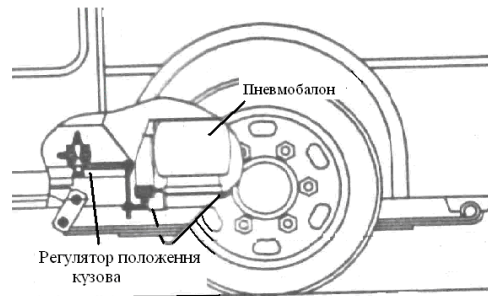
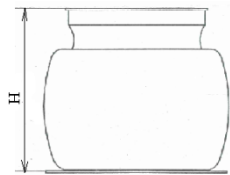
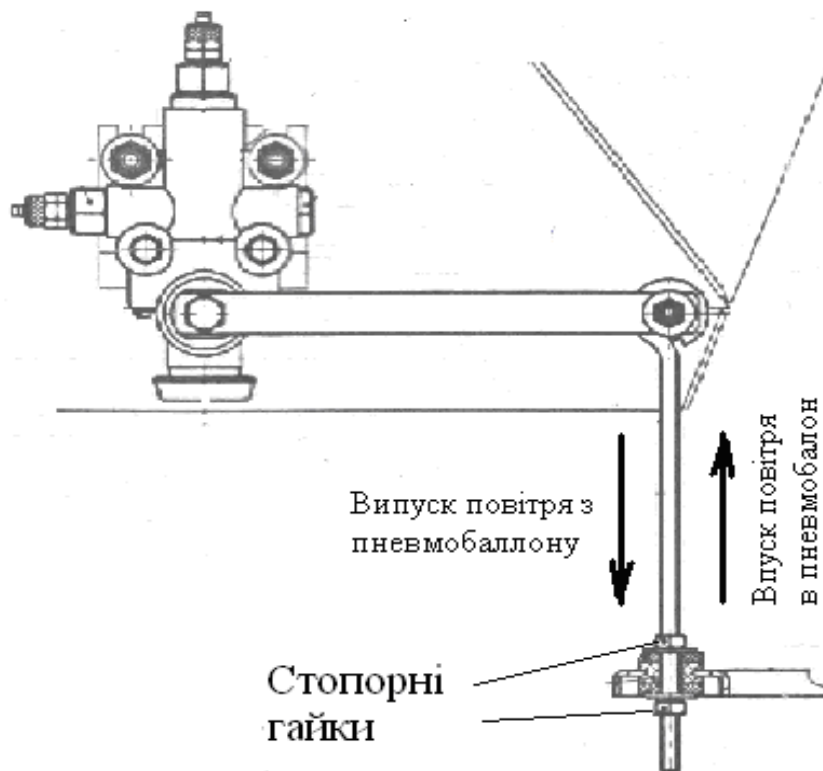

Рисунок 12.11.1 – Пневмобалон і регулятор положення кузова
Рисунок 12.11.2 – Висота пневмобалону
Рисунок 12.11.3 – Впуск і випуск повітря
Регулятор положення кузова (рис.12.11.1) слугує для автоматичного підтримування заданого рівня підлоги автобуса над дорогою. Він забезпечує постійну висоту пневмобалонів (рис.12.11.2) і постійну відстань від кузова до дороги при змінних статичних навантаженнях.
3. Відпустіть стопорні гайки (рис.12.11.3) на важелі регулятора положення кузова.
4. Рухом важеля регулятора ввєрх або вниз (на впуск або на випуск повітря) (рис.12.11.3), одночасно вимірюючи висоту пневмобалону Н (рис.12.11.2), доведіть висоту пневмобалону Н до потрібного значення (таблиця 12.11.4).